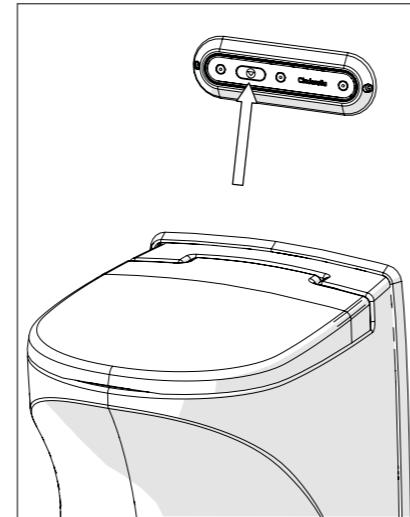

Ilustración 3
6. Presione el botón de inicio (ilustración 3). Cuando la tapa está cerrada, comienza la combustión. El inodoro vuelve a estar listo para una nueva visita.